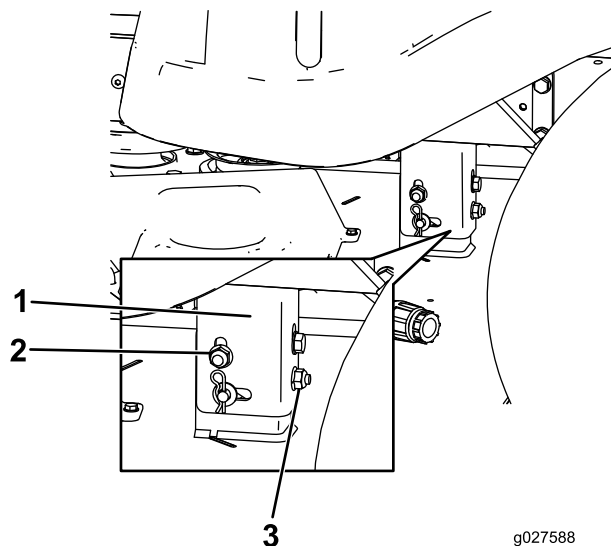

Рисунок 66
- Поднимите или опустите левую сторону деки газонокосилки, вращая заднюю контргайку (Рисунок 66).
Примечание: Вращайте заднюю контргайку по часовой стрелке, чтобы поднять деку газонокосилки; вращайте заднюю контргайку против часовой стрелки, чтобы опустить деку газонокосилки (Рисунок 66).